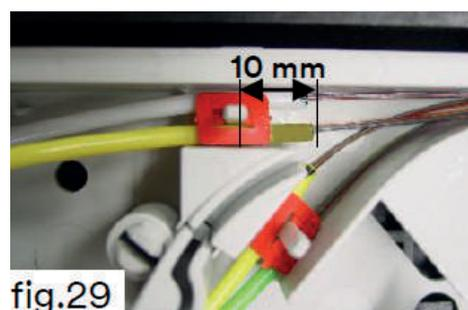

fig.29
3. Détuber les fibres 10mm après les doigts de guidage (fig.29).
4. Installer les plaquettes de verrouillage (fig.29).